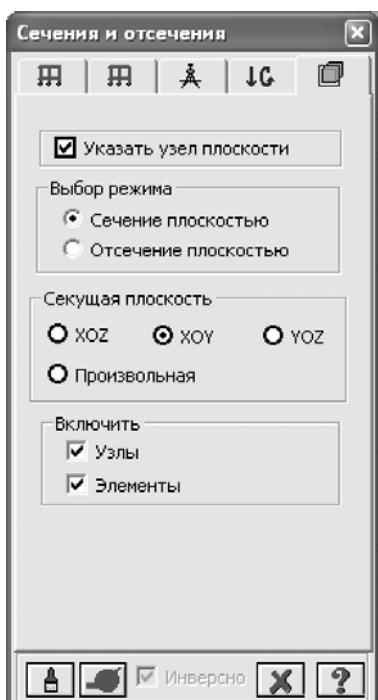

Рис.4.8. Диалоговое окно
- Активизируйте закладку **Сечения и отсечения** в диалоговом окне **ПолиФильтр** (рис.4.8).